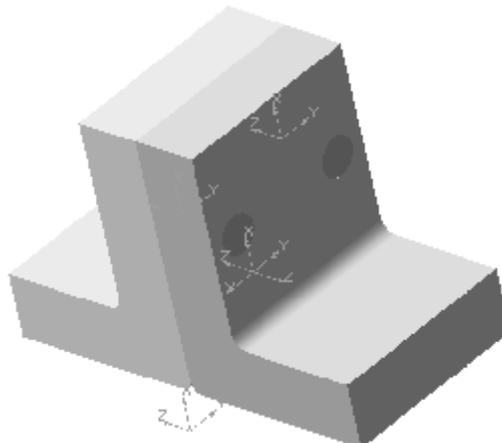

Рис. 48. Готовая сборка
- 3.12. Выберите на инструментальной панели кнопку соосность  и укажите отверстие в уголке и втулку. Прodelайте данную операцию для второй втулки (рис. 48).